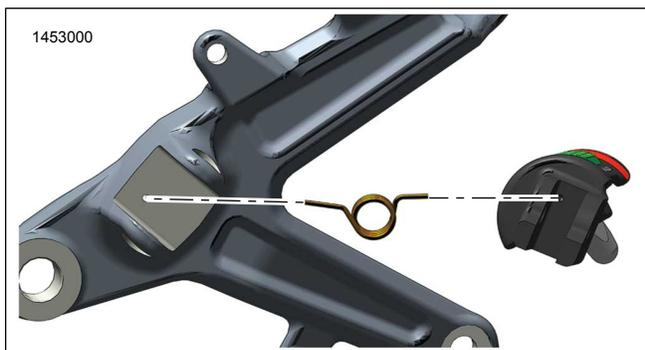
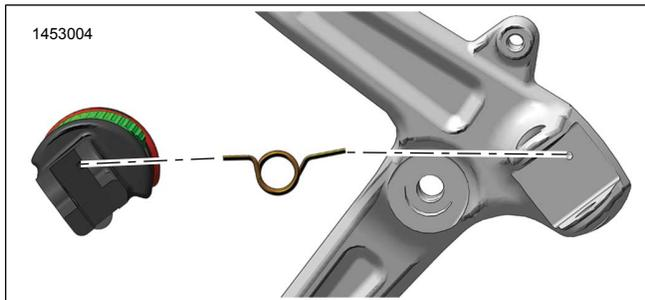

Figura 5. Orientación del resorte de retorno - Derecho
Figura 6. Orientación del resorte de retorno - Izquierdo
2. Vea Figura 5 o Figura 6 . Coloque el resorte de retorno (B) en el conjunto del taco apoyapiés.